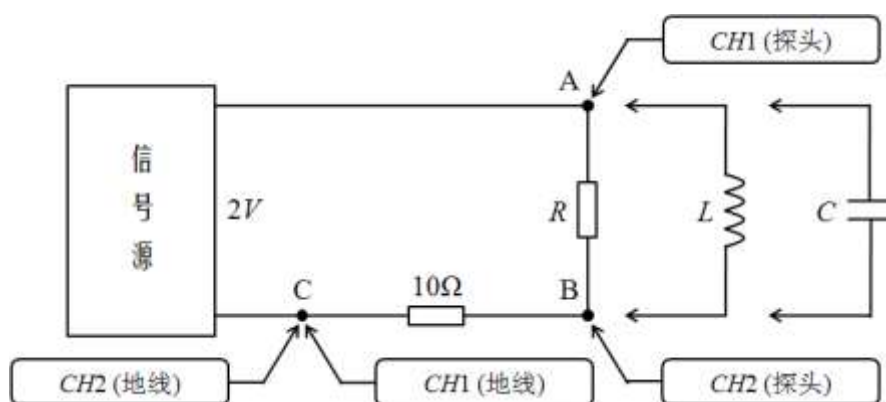

图 5.1
测试电路如图 5.1 所示， R 、 L 、 C 三个元件分别作为被测元件与 10Ω 采样电阻相串联，其中电阻 $R=2k\Omega$ ，电感 $L=2.7mH$ ，电容 $C=0.1\mu F$ ，信号源输出电压的有效值为 $2V$ 。
1) 按照图 5.1 接好线路。**注意：**信号源输出电压的幅度须始终保持 $2V$ 有效值，即每改变一次输出电压的频率，均须监测其幅度是否为 $2V$ 有效值。